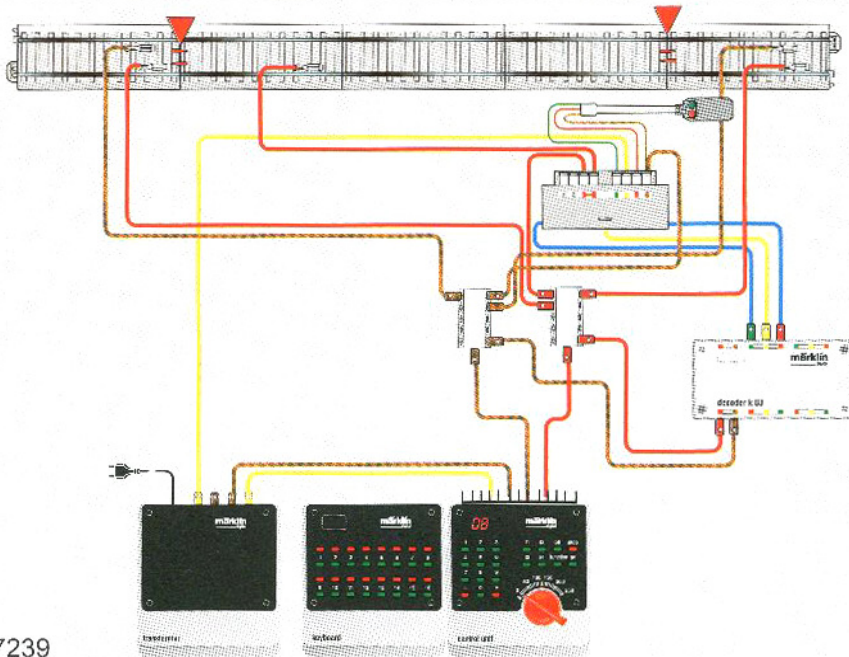

Fig. 6-4: digitale aansluiting van 7239
Het aansluiten van het lichtsein 7239 aan de decoder k83 gebeurt op dezelfde wijze als bij het armsein 7039 is besproken in hoofdstuk 5. In plaats van naar de trafo en het schakelbord, zoals we dat van de conventionele aansluiting gewend waren, gaan alle aansluitdraden bij het digitale aansluiten naar een uitgang van de decoder k83. Op de decoder wordt door het lichtsein één van de vier beschikbare uitgangen gebruikt. Indien er ook een voorsein 7236 ingebouwd wordt dan gaan de aansluitdraden daarvan, net als bij de conventionele aansluiting, naar de aandrijving van het hoofdslein 7239 en niet naar decoder k83. Toch is er nog iets bijzonders aan de hand met de aansluiting zoals weergegeven in fig. 6-4 waar we nog nader op in moeten gaan. Tot nu toe was het altijd zo dat de
In fig. 6-4 word hiervoor de gele voedingsdraad naar de seinlampen van de met geel gemerkte aansluitklem (3) niet met de gele aansluitbus van de k83 verbonden, maar op de lichtaansluiting van de transformator aangesloten.